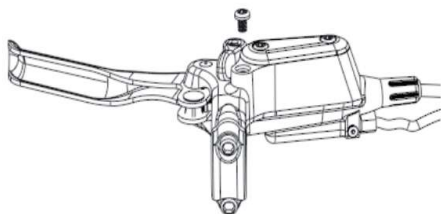

Figura 5-1 Extracción del tornillo de aceite del freno de disco
- ① Coloque la ranura de aceite del freno de disco paralela al suelo y, a continuación, utilice una llave métrica T15 para extraer el tornillo de sellado de la ranura de aceite y bloquearlo en la boquilla de entrada de aceite M6 (como se muestra en la Figura 5-1).
- ② Inserte la manguera transparente en el extremo superior de la boquilla de entrada M6 y conecte el otro extremo de la manguera a una manguera de plástico.